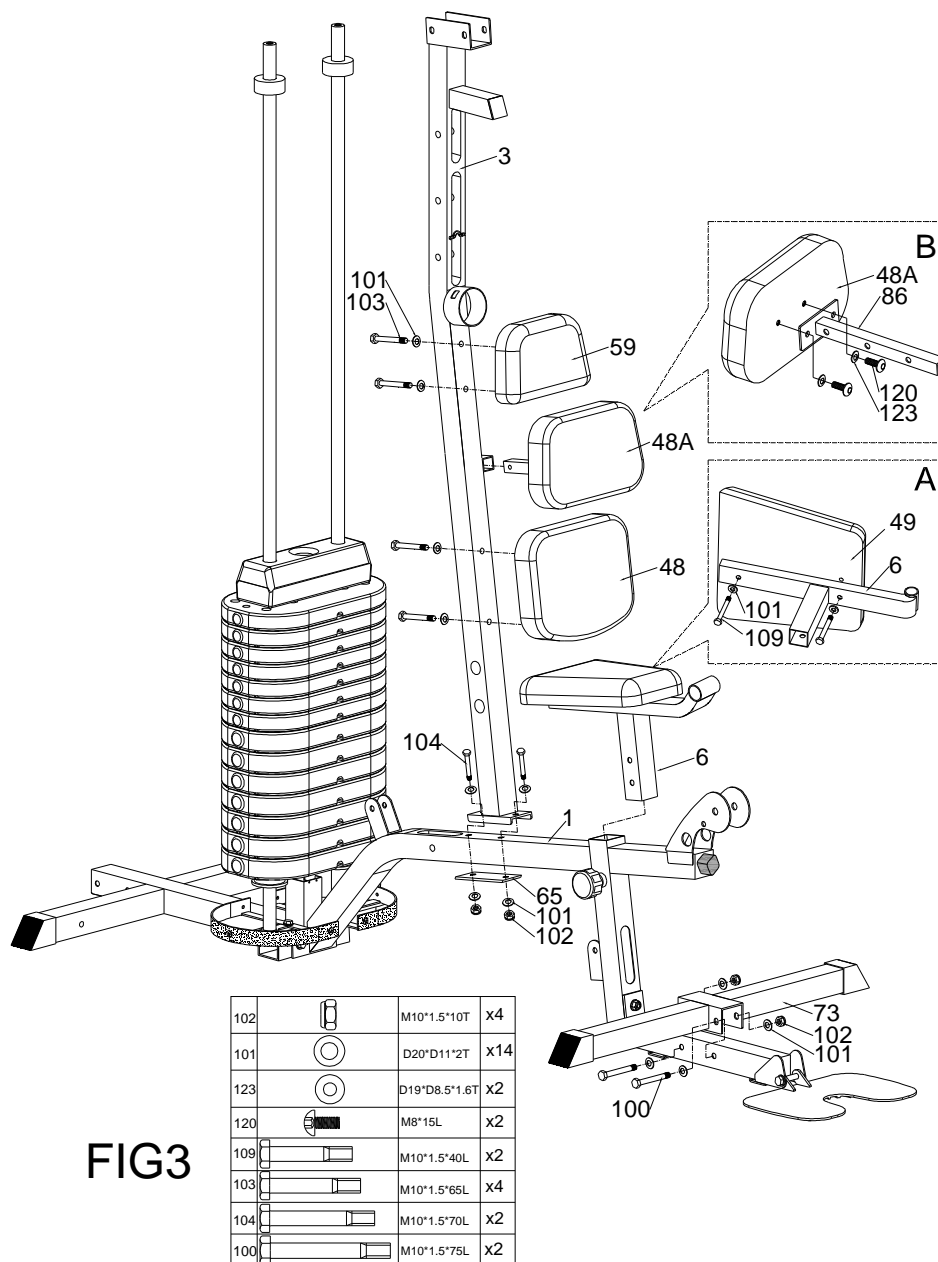
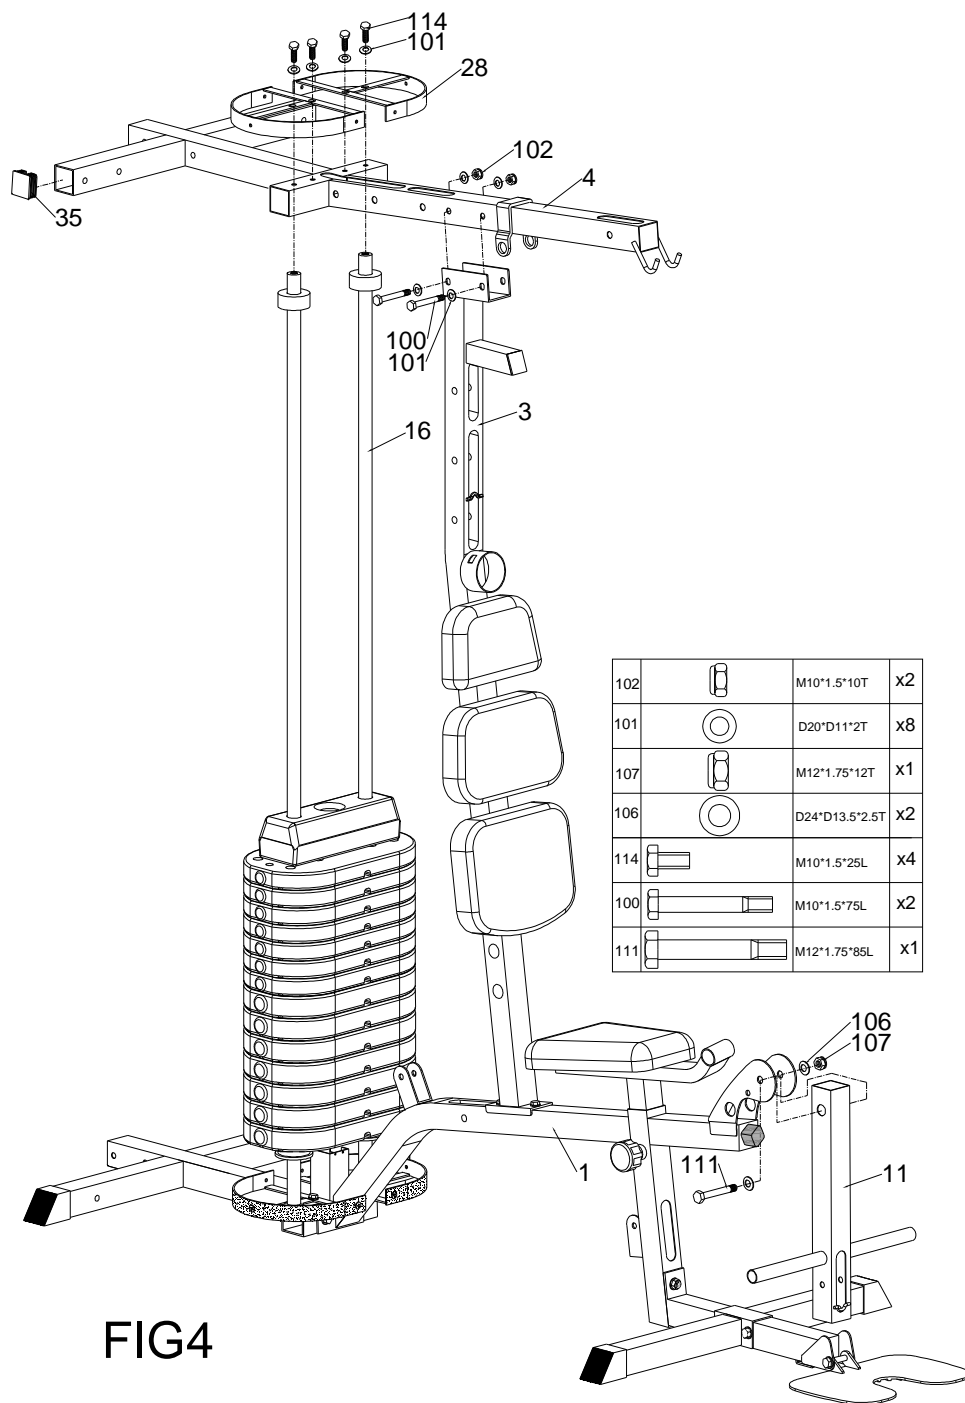

FIG3
FIG4
- 3) Připevněte plochou kladku (57) do předního vertikálního podstavce (3) pomocí pouzdra (60), šroubu (103) a nylonové matice (102) podle obrázku FIG3.
- 4) Připevněte vysokou kladku (56) do jednoduché kladkové podpěry (20) pomocí kladkové směrnice (41), plastového kroužku kladky (42), ploché podložky (101) a nylonové matice (102) podle obrázku FIG4.
- 5) Připevněte kabel (III) (50) jak ukazují šipky. Připevněte konec se smyčkou kabelu (III) (50) do jednoduché kladkové podpěry (20) pomocí ploché podložky (101), nylonové matice (102) a šroubu (114).
- 6) Připojte horní tahací páku (12) do nejvyššího rámu (4) pomocí háku (25).
- 17) Připevněte vysokou kladku (56) do hlavního rámu (1) pomocí kladkové směrnice (41), plastového kroužku kladky (42), ploché podložky (101), šroubu (112) a nylonové matice (102) podle obrázku FIG3.
- 18) Připevněte kabel (II) (52) jak ukazují šipky. Spojte kabel (52) s kabelem (51) pomocí háku (25) a řetězu (26).
- 19) Připevněte plochou kladku (57) do nožní prodlužovací trubky (11) pomocí pouzdra (60), šroubu (103) a nylonové matice (102) podle obrázku FIG4.
- 4) Spojte horní kabelový počítač (67) se středním kabelovým počítačem (68) podle obrázku FIG3.
- 5) Spojte horní kabelový počítač (67) se spodním kabelovým počítačem (69) podle obrázku FIG4.